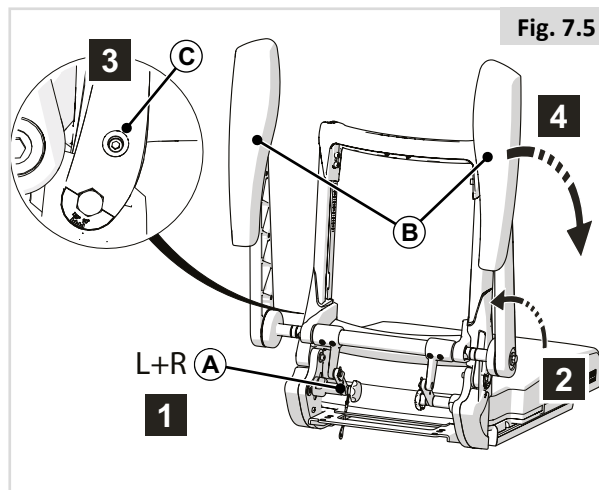

Fig. 7.5
7.4 Cómo plegar el respaldo con reposabrazos reclinables (Fig. 7.5)